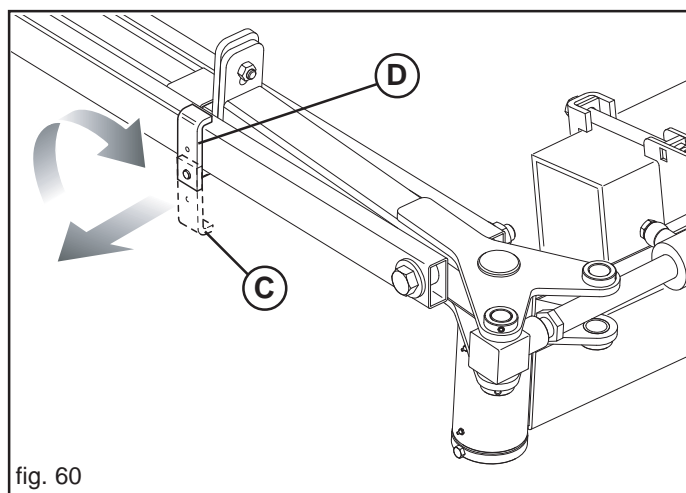

fig. 60
Durant le travail, laisser l'arrêt dans la position (C, Fig. 60) nécessaire pour permettre au bras traceur de suivre le mouvement du sol. Avant de refermer l'équipement en position de transport, bloquer le bras traceur en tournant l'arrêt en position (D).